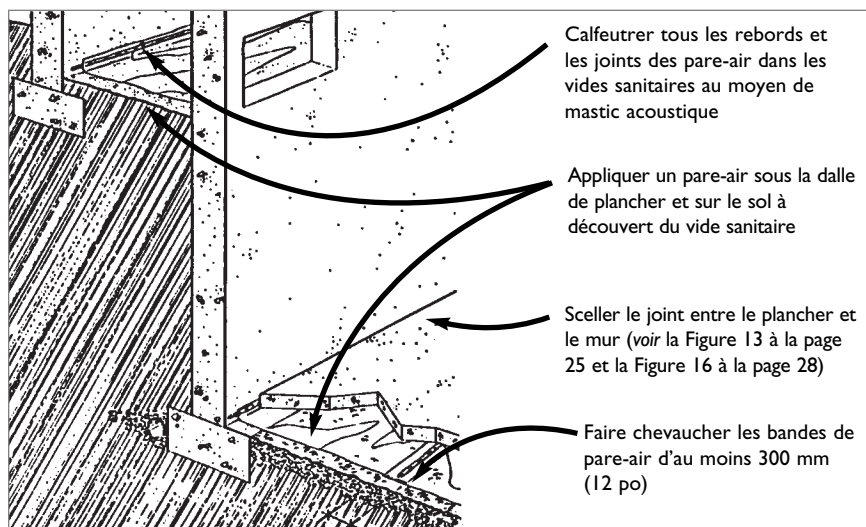

Figure 17 : Pare-air de polyéthylène pour vide sanitaire et dalle de plancher de sous-sol
- **Sol à découvert** – On peut recouvrir le sol à découvert du vide sanitaire d'une membrane dont les joints et les rebords auront été hermétiquement scellés (voir la Figure 17, page 29). Si la dalle de plancher du sous-sol n'est pas continue (p. ex. lorsqu'il y a une chambre froide), on doit recouvrir le sol à découvert de béton coulé.
- Installer une membrane d'au moins 0,15 mm (0,006 po) en polyéthylène sous la dalle du plancher du sous-sol ou sur le sol à découvert des vides sanitaires (voir la Figure 17 à la page 29). Les joints de la membrane doivent se chevaucher sur au moins 300 mm (12 po). Dans les vides sanitaires, on doit sceller les joints et les rebords avec un mastic acoustique. Privilégier les produits plus résistants que le polyéthylène ordinaire, comme le polyéthylène stratifié croisé.